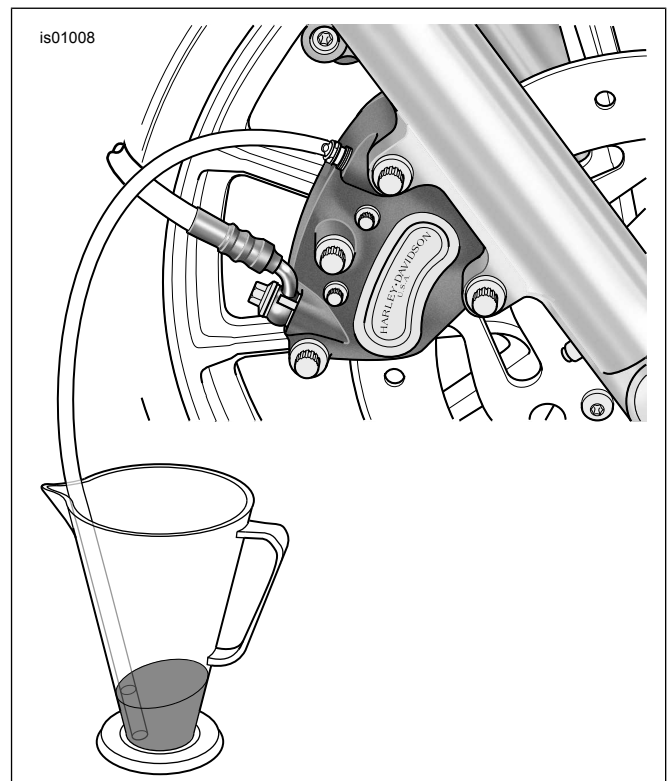

Abbildung 10. Bremsflüssigkeit ablassen
- Siehe Abbildung 10. Die Kappe des Entlüftungsventils vom Vorderradbremssattel abnehmen. Ein Ende eines transparenten Kunststoffschlauchs über dem Entlüftungsventil anbringen. Das andere Ende in einen sauberen Behälter platzieren.